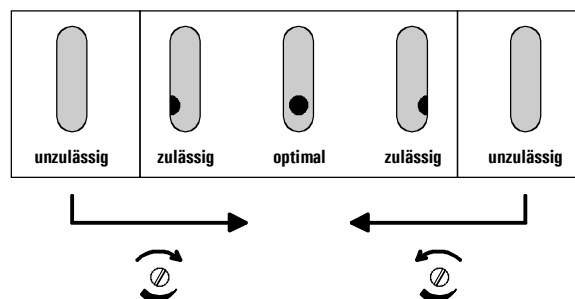

Abb. 10: Einstellen des Bremsbereichs
- Durch Drehen des Suppressorblocks oder mit Hilfe eines Spiegels Position des Suppressor-Rotors gemäss *Abb. 10* kontrollieren: In der unten am Suppressorblock angebrachten Aussparung sollte eines der drei Löcher, die sich auf dem Suppressor-Rotor befinden, zumindest teilweise sichtbar sein.
- Einstellschraube **18** gemäss *Abb. 10* ein wenig in jene Richtung drehen, dass die Position des Rotors in den zulässigen Bereich zu liegen kommt.
- Position des Rotors in allen der 3 möglichen Stellungen gemäss *Abb. 10* kontrollieren.